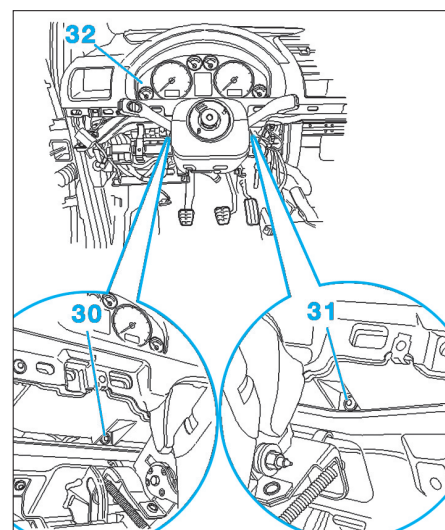

Fig. 21
• Dévisser les vis (30) et (31).
• Extraire le combiné d'instruments (32) du tableau de bord et débrancher les connecteurs (Fig.21).